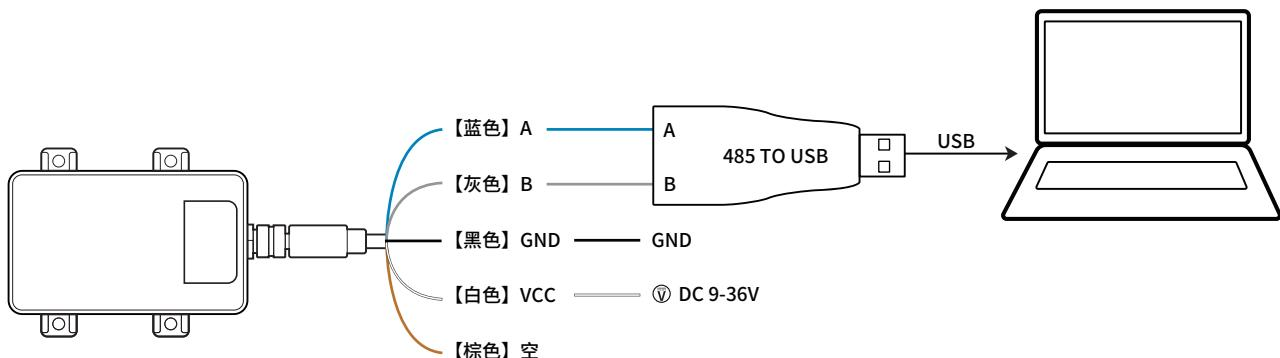

图 2. L2S/L2S-Filled 接线图（棕色线不接）
1. 按照图 2 所示，蓝色的线接 485 转 USB 转换器的 A (部分厂家标 T/R+)，灰色的线接转换器的 B (部分厂家标 T/R-)；